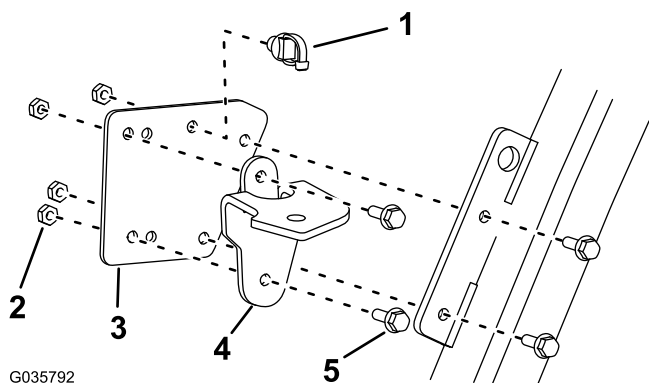

Figura 3
1. Montate una clip a graffetta sul supporto destro (Figura 3).
2. Montate il supporto destro su 1 piastra di prolunga utilizzando 2 bulloni e 2 dadi (Figura 3).
3. Fissate la piastra di prolunga al punto di sollevamento anteriore destro della cabina utilizzando i 2 bulloni e i 2 dadi (Figura 3).